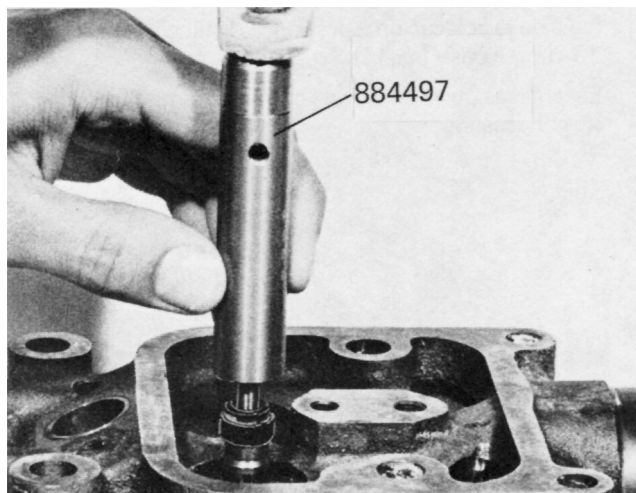

Fig. 15. Montering av tätningsring för insugningsventil.
1. Olja in de nya tätningsringarna för insugningsventilerna. Placera pinnen för verktyget 884497 i styrningen. Tryck tätningsringen över pinnen och knacka försiktigt ner ringen med hjälp av hylsan (se fig. 15). Då pinnen bottnar i hylsan är ringen på plats.